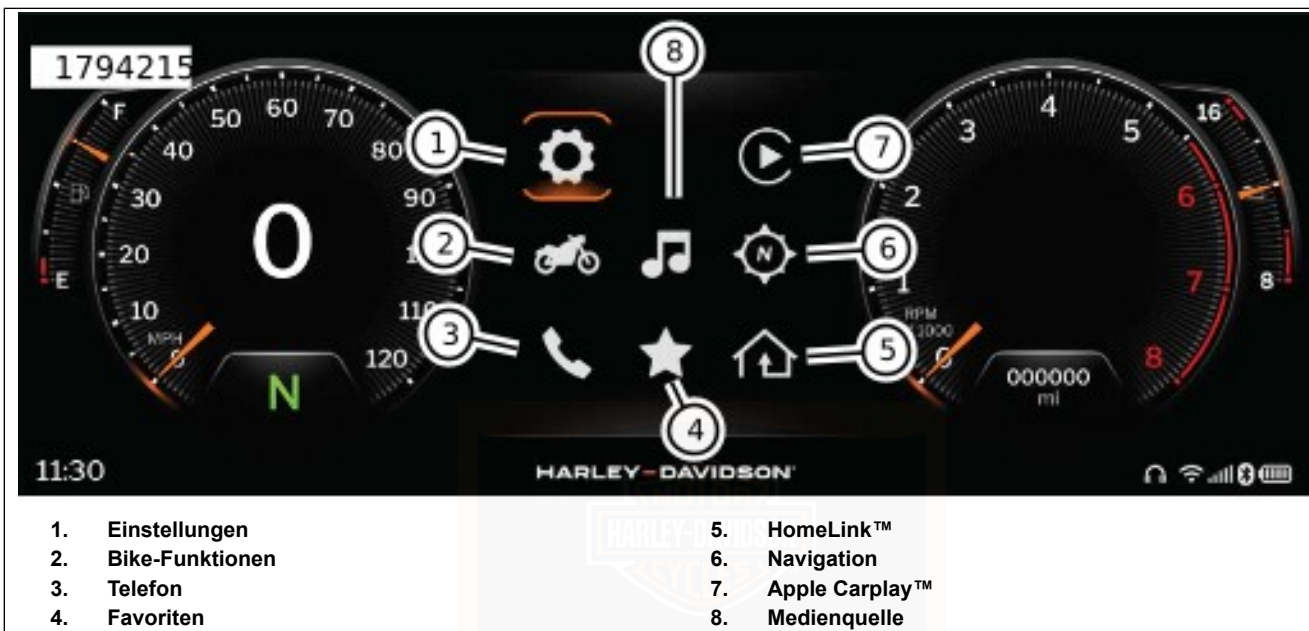

Abbildung 88. IFCU-Menü-Auswahloptionen
- a. Siehe Abbildung 88. Mit dem linken Handbedienelement oder dem Touchscreen zu **> System > Systeminformationen > Produktinformationen** navigieren. Dieses Menü zeigt die aktuelle Software-Version auf der IFCU. Siehe FUNKTIONSWEISE **> INFOTAINMENT-STEUEREINHEIT (IFCU)** (Seite 111).